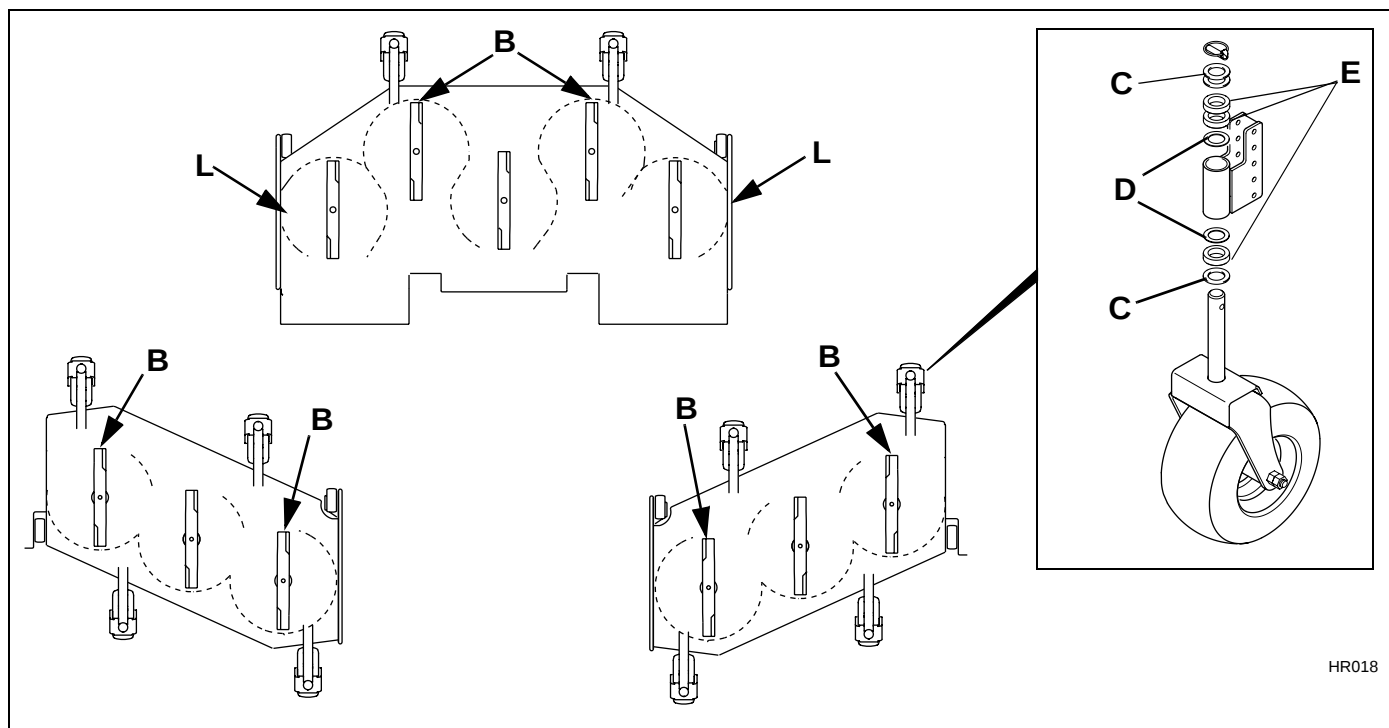

Figura 4A
2. Gire las cuchillas de la cubierta delantera hasta las posiciones mostradas en la **Figura 4A**.